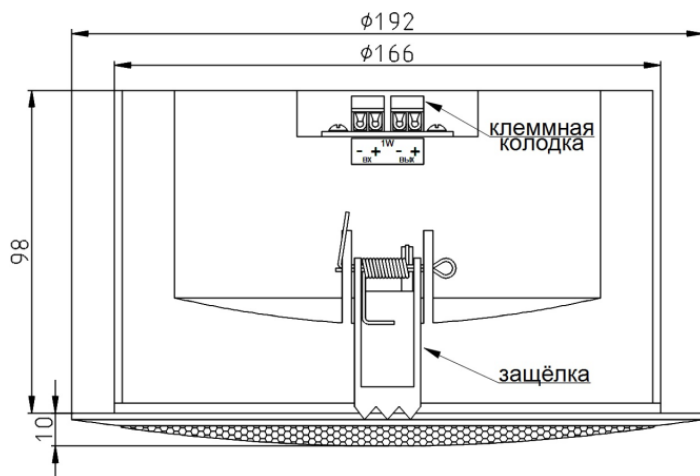

Рис. 1. Внешний вид, габаритные размеры корпуса оповещателя
Габаритные размеры, мм	см. рисунок 1
- отогнуть подпружиненные защелки (см. рисунок 1) и установить оповещатель в потолочной cassette;